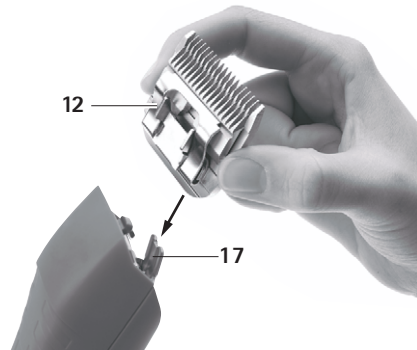

Fig. 2
- Conectar el cabezal de corte 12 a la bisagra del cabezal abierta 17, ver Fig. 2.
- Empujar suavemente el cabezal de corte 12 hacia la esquiladora DURATI, ver Fig. 2.